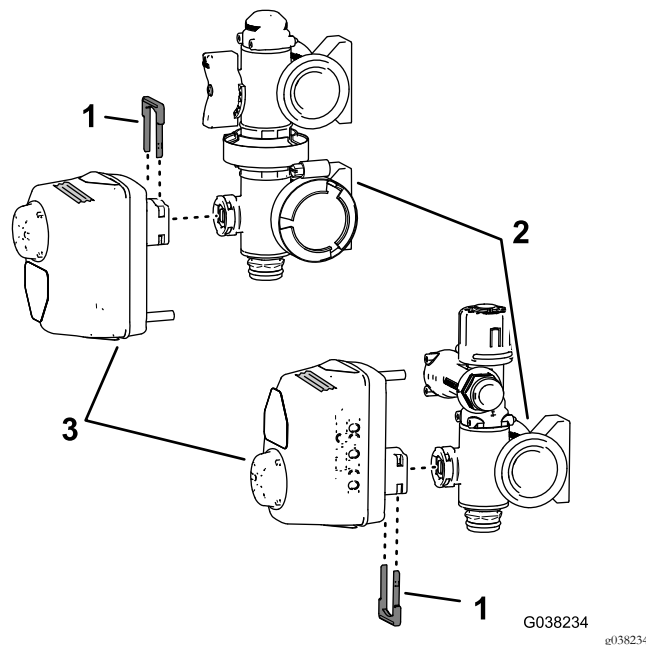

Figura 52
2. Rimuovete il fermo che fissa l'attuatore alla valvola alla valvola del collettore e separate l'attuatore dalla valvola (Figura 52).